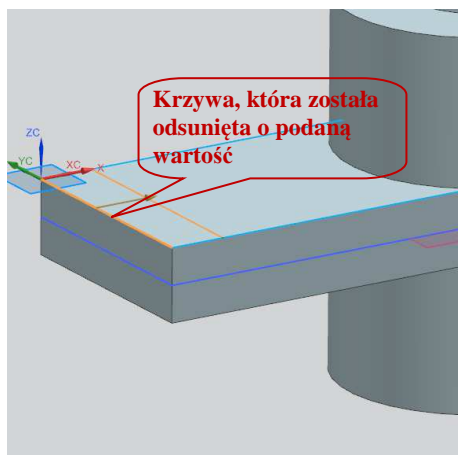

Rys. 3.107. Wybór płaszczyzn do zrzutowania
- ponowne wykorzystanie polecenia  **Project Curve**, przez zaznaczenie płaszczyzn przedstawionych na rys. 3.107. Spowoduje to zrzutowanie do szkicu płaszczyzn w postaci krzywych,